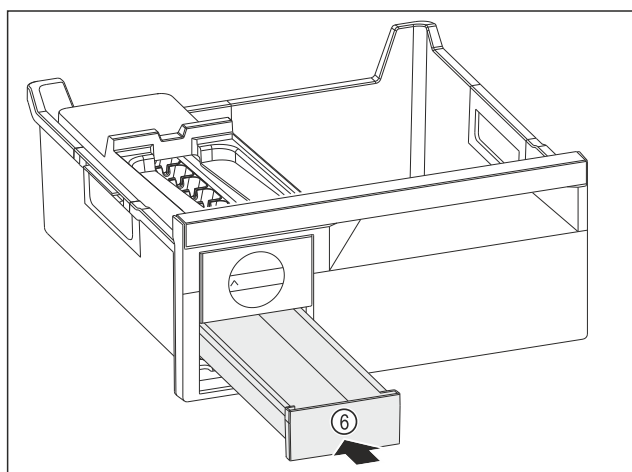

Fig. 115
- Insérer le compartiment à glaçons Fig. 115 (6).